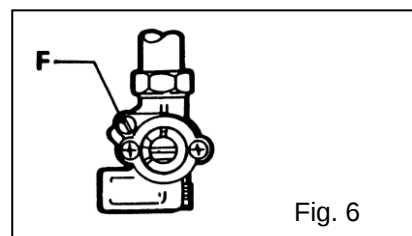

Fig. 6
5.1.3 Regolazione dei minimi (Fig. 6)
5.2.3 Regolazione dei minimi (Fig. 6)